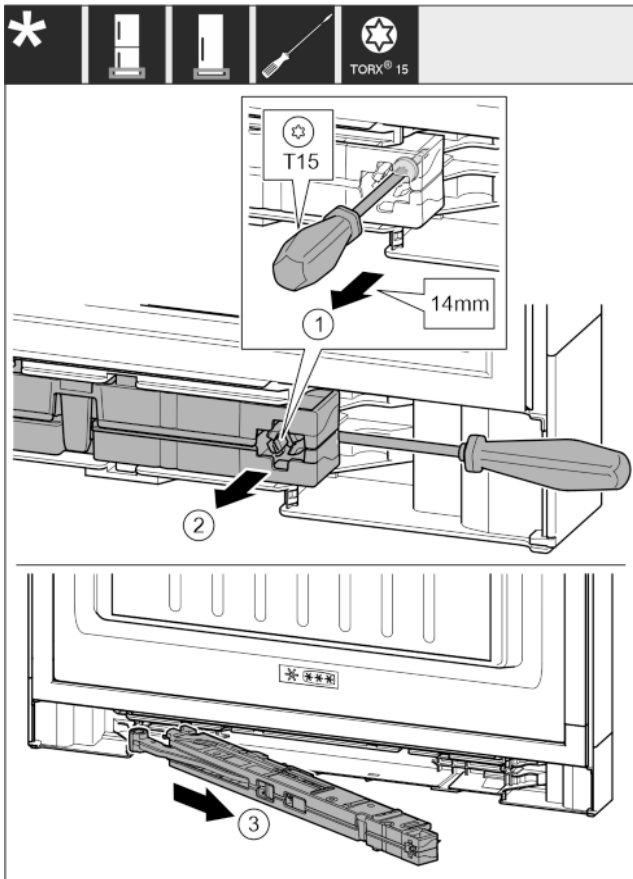

Fig. 14
- ▶ Skrutku na tlmíči uzatvárania uvoľnite skrutkovačom T15 o cca 14 mm. Fig. 14 (1)
- ▶ Skrutkovač zasuňte na strane držadla za jednotku tlmíča uzatvárania. Jednotku otočte dopredu. Fig. 14 (2)
- ▶ Jednotku vytiahnite. Fig. 14 (3)